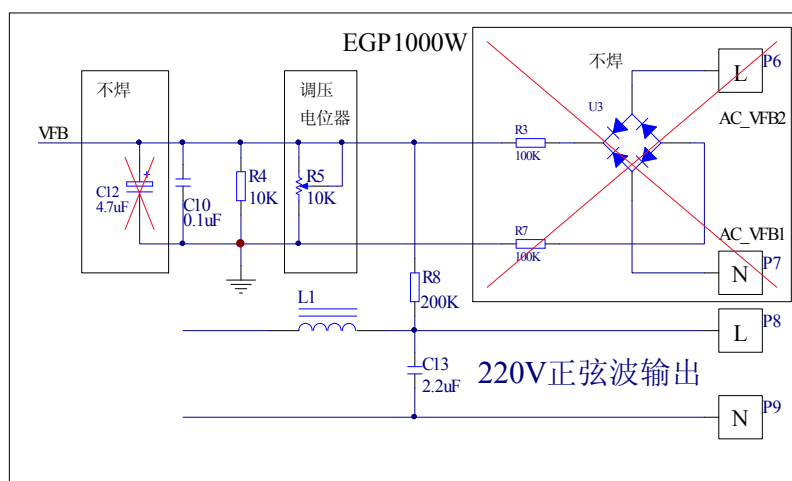

图 4-1 高频模式反馈电路原理图
**高频模式**时，板上已集成完整的电压反馈电路，能够自动实现稳压功能，且输出的交流电压可以通过调压电位器（R5）调节。工频电压反馈接口（P6、P7）不接，且用于工频电压反馈的整流桥芯片（U3）可以省去，反馈电路上的 4.7uF 的电容不接。电压反馈部分原理图如图 4-1 所示：